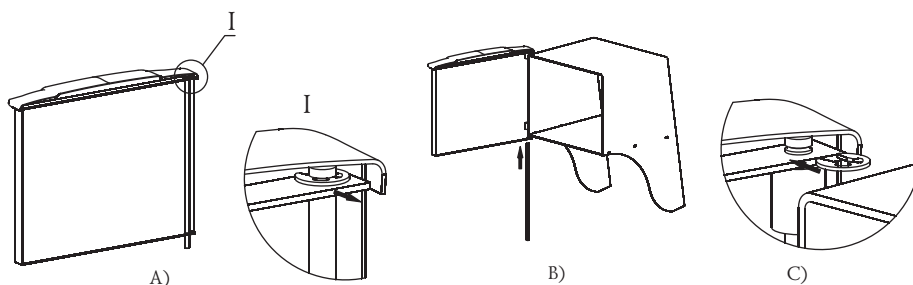

Bild 6. Türanbringen bei der Ofenmontage «Sajan»
1. Zuerst die schnell trennbare Druckscheibe abzunehmen und die Achse aus der Tür auszuziehen, Bild 6.a;
3. Stecken Sie die Achse mit einer Vertiefung im oberen Achsteil für die Scheibe durch die Öffnungen von unten nach oben hinein, Bild 6.b;
4. Stellen Sie die schnell trennbare Druckscheibe in die Vertiefung an der Achse, Bild 6.c